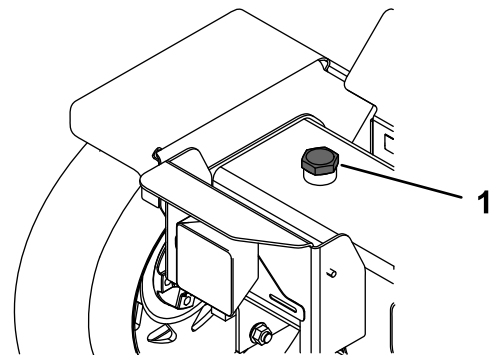

Figura 34
8. Si el nivel de fluido es bajo, retire el tapón de llenado y añada fluido hidráulico lentamente al depósito hasta que el nivel llegue a la muesca superior de la varilla (Figura 34).